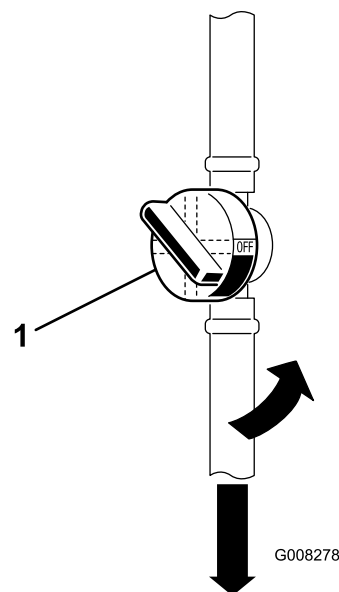

Figura 28
6. Chiudete la valvola di intercettazione del carburante (Figura 28).
7. Premete le estremità delle fascette stringitubo ed allontanatele dal vecchio filtro del carburante (Figura 28).